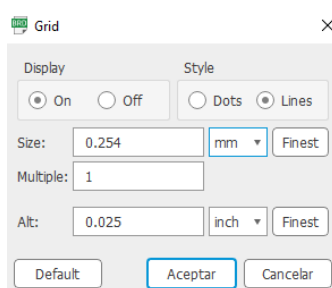

Figura 2: Configuración del grid en escala de *mm*
3. Previo a determinar la longitud de cada línea de transmisión es necesario cambiar rejilla ó grid  a unidades **mm**, para ello en la ventana principal se debe acceder a **View→Grid** donde se podrá hacer la configuración según se muestra en la figura 2